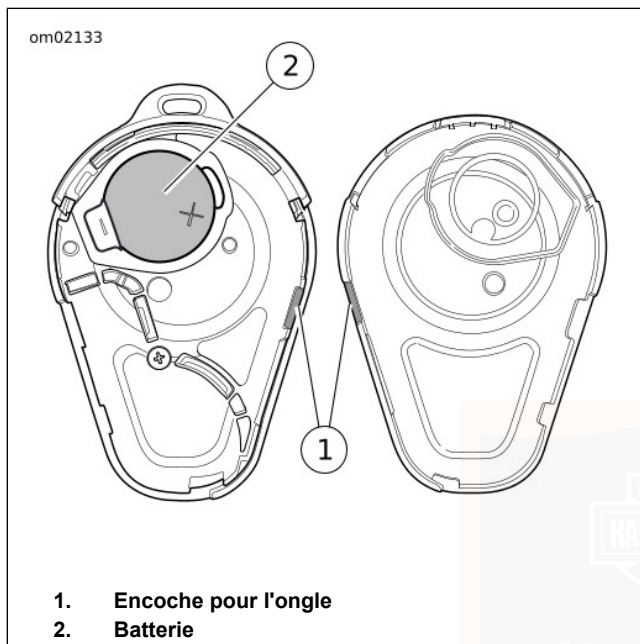

Figure 5. Pile pour porte-clés
1. Voir Figure 5 . Faire levier avec une lame fine dans la fente (1) située sur le côté du porte-clés à télécommande pour séparer les deux moitiés.
2. Retirer la pile (2) et la jeter.
- a. Repousser le fermail (3) pour dégager la pile.